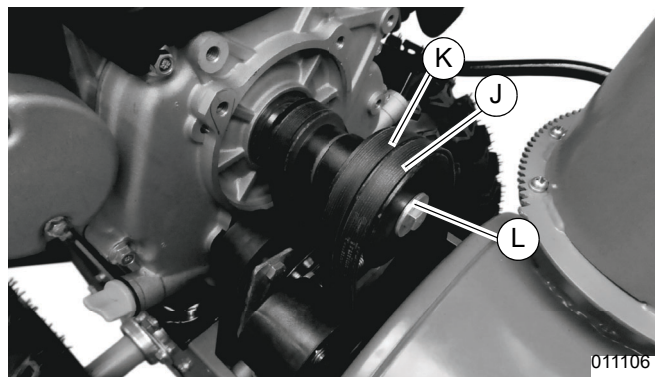

Figura 4-11. Poleas de transmisión del motor
8. Consulte la **Figura 4-11**. Gire la correa de la barrena delantera (J) para sacarla por la parte delantera de la polea motriz del motor (K) y gire la correa de la barrena trasera (L) para sacarla por la parte trasera de la polea motriz del motor.